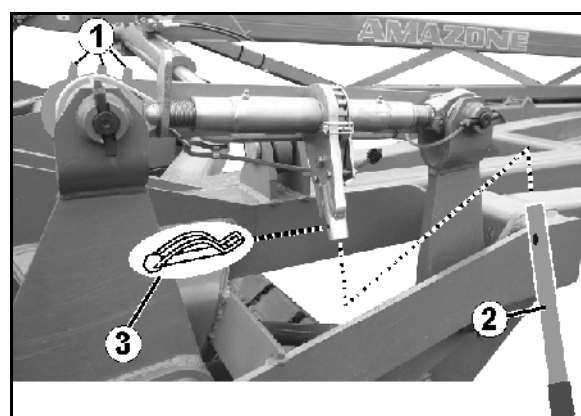

Fig. 56
Centaur Super, Fig. 56
Para ajustar el husillo a la misma longitud la escala (Fig. 56/1) sirve de ayuda.
2. Sujetar la palanca de mano (Fig. 56/2) con el pasador clavija (Fig. 56/3) en la carraca (Fig. 56).